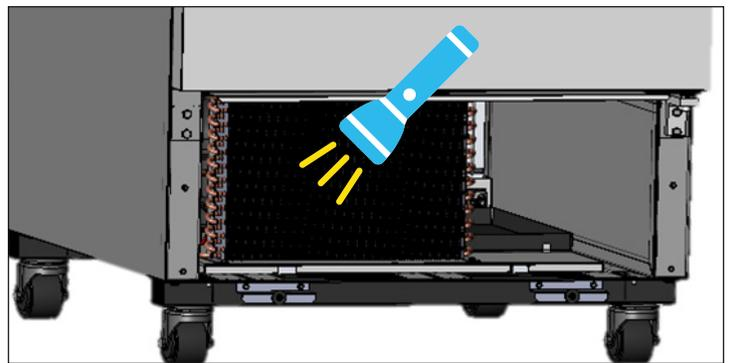

Рис. 4. Убедитесь в том, что вся грязь удалена.
4. После удаления грязи с поверхности змеевика, используя фонарик, проверьте, можете ли вы видеть сквозь змеевик, и наблюдайте за вращением лопасти вентилятора конденсатора. См. рис. 4.